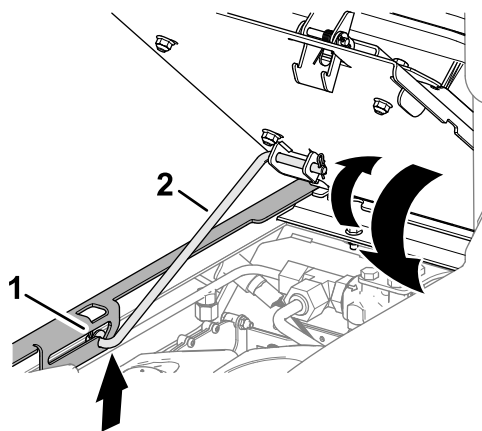

**Figura 97**
3. Asegúrese de que la varilla de sujeción delantera está asentada en la ranura de retención del soporte del asiento (Figura 97).